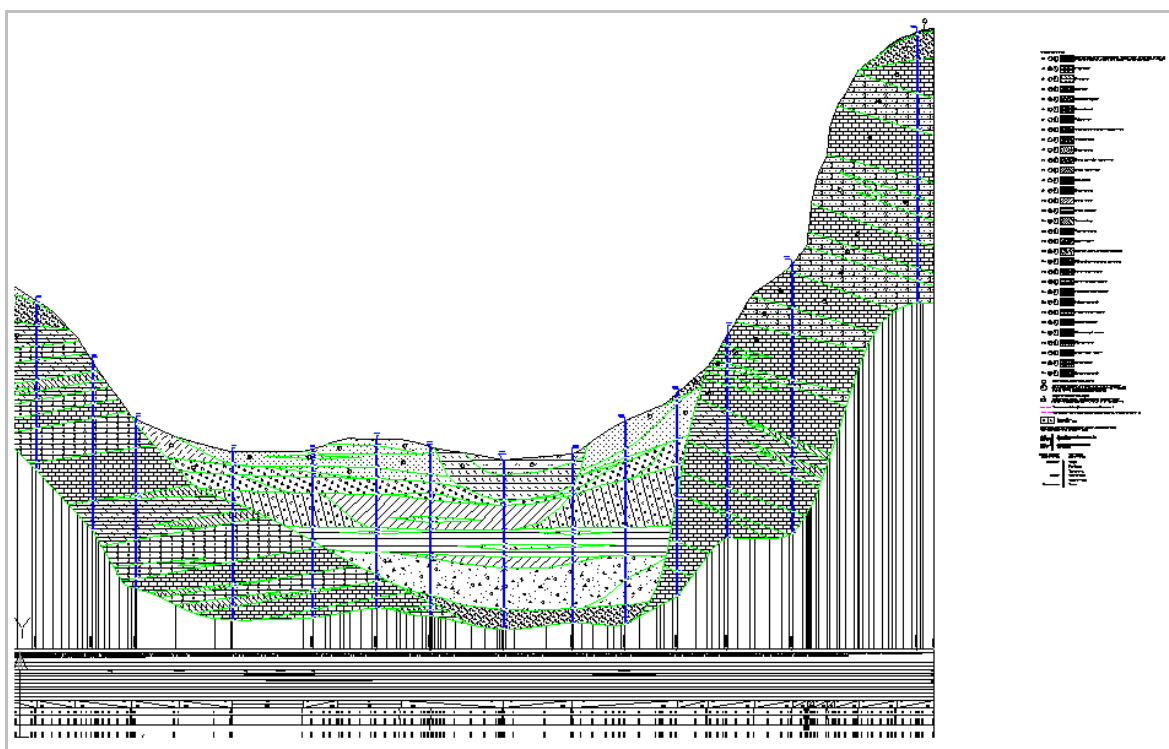

Рис. 35. Вид геологического разреза.
3. Изображение профиля будет нанесено на текущем чертеже (см. Рис. 34, Рис. 35).